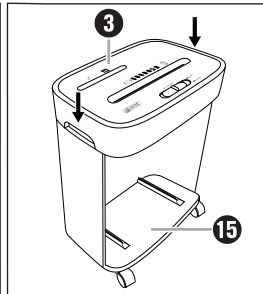

Abb. 2
- ◆ Drücken Sie den Schneidaufsatz **3** fest nach unten, bis er hörbar auf der Gerätebasis **15** einrastet (siehe Abb. 2).